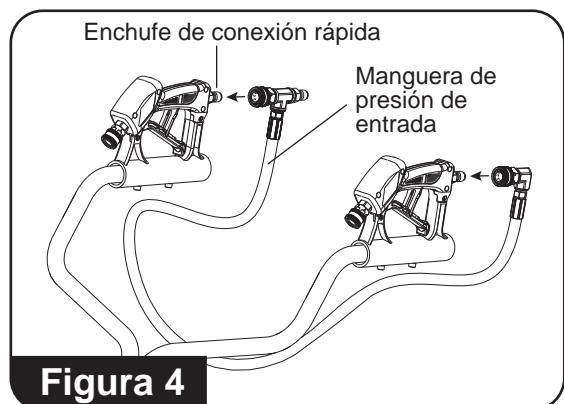

Figura 4
4. Conecte la manguera de presión de entrada a las manijas. (**Consulte la figura 4**)